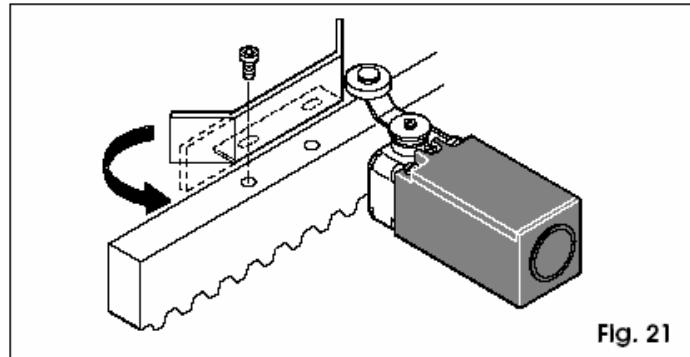

Fig. 21
De aandrijving 884 heeft een mechanische eindaanslag met hefboom en kogel, die de beweging van de poort stopt op het moment dat het plaatje dat aan de bovenkant van de tandheugel bevestigd is de hefboom aandrijft, totdat de microschakelaar ingeschakeld wordt (fig. 21).
**Opmerking:** de plaatjes kunnen eventueel met schroeven worden bevestigd (fig. 21).
- a) het plaatje moet de eindschakelaar activeren op het afgebogen gedeelte, zoals op fig. 21.
- b) Om de te voorkomen dat het plaatje de eindaanslag voorbij kan gaan (lange remweg), is het raadzaam het afgebogen uiteinde recht te buigen, zoals op fig. 21.